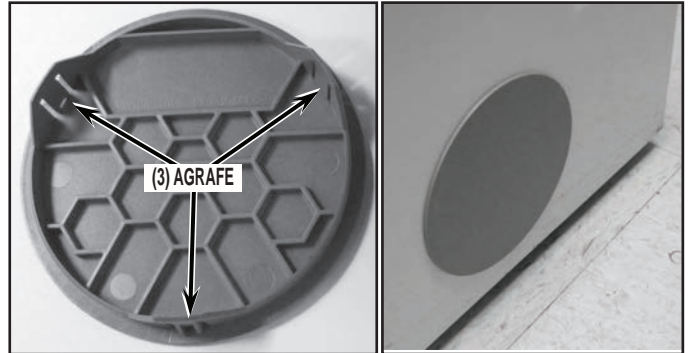

FIGURE 22
**REMARQUE :** Si la sècheuse était auparavant configurée pour la décharge par le côté (orifice de décharge ouvert, sans opercule arrachable) ou comporte un orifice additionnel sans opercule arrachable, installer depuis l'extérieur de la sècheuse l'opercule d'obturation en plastique fourni avec l'ensemble, pour obturer dans le panneau latéral le trou de sortie ouvert. Voir la *Figure 22*.